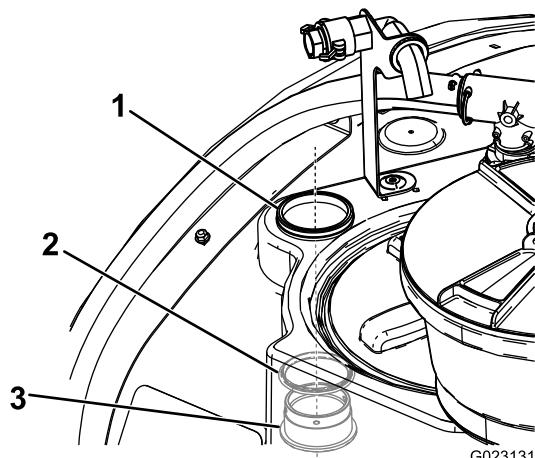

Figure 16
- De l'intérieur de la cuve, passez le raccord de traversée et le joint torique à travers l'ouverture découpée précédemment (Figure 16).